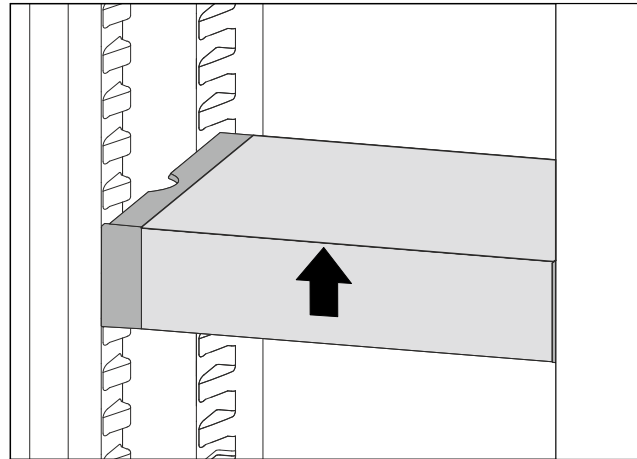

*Fig. 170*
- ▶ VarioSafe-Schubfach hinter den Stopperrn auf gewünschter Rippe *Fig. 170 (1)* oder *Fig. 170 (2)* aufsetzen.